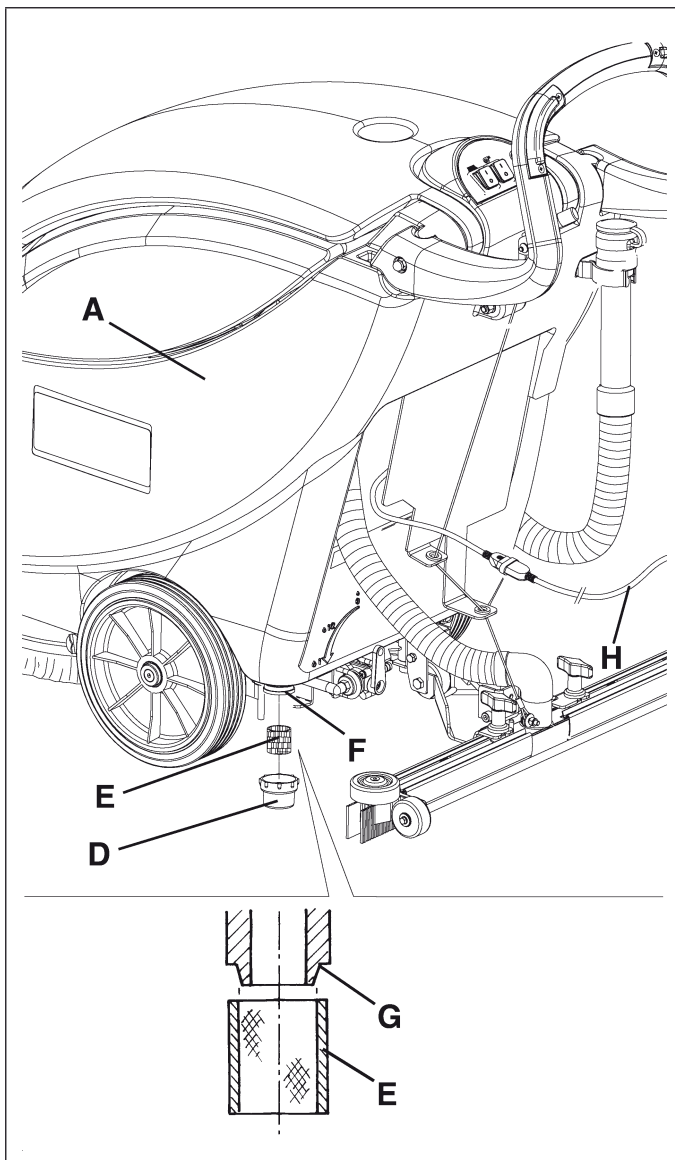

Figure 20
1. Vaciar el depósito de la solución detergente (A, Fig. 20) como indicado en el párrafo específico.
2. Controlar que el cable de alimentación (H, Fig. 20) esté desconectado de la red eléctrica.
4. Desenroscar la tapa transparente (D, Fig. 20) y quitar la rejilla filtrante (E); limpiarlos y remontarlos en el soporte (F).
Posicionar correctamente la rejilla filtrante (E, Fig. 20) en el alojamiento (G) del soporte (F).